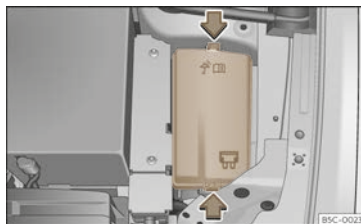

Abb. 228 Im Motorraum: Abdeckung des Sicherungskastens.
- Verriegelungstasten drücken, um die Abdeckung des Sicherungskastens >>> (Abb. 228) zu entriegeln.